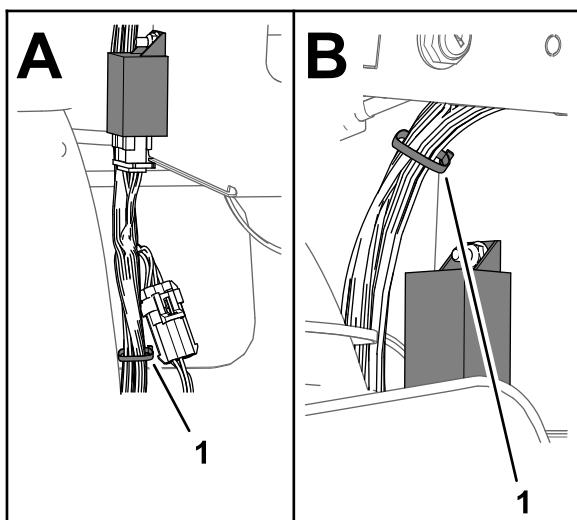

Figura 23
7. Prenda o ramal com 108 cm da cablagem do kit à cablagem frontal da máquina com duas braçadeiras de cabos como se mostra na Figura 23.